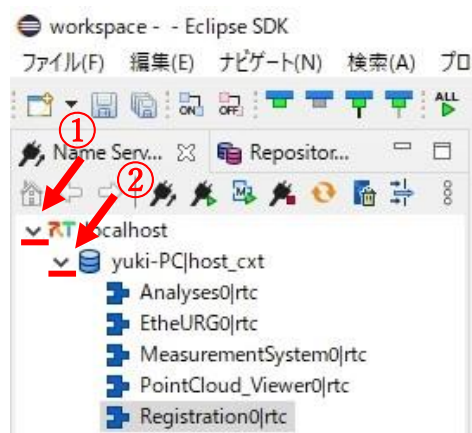
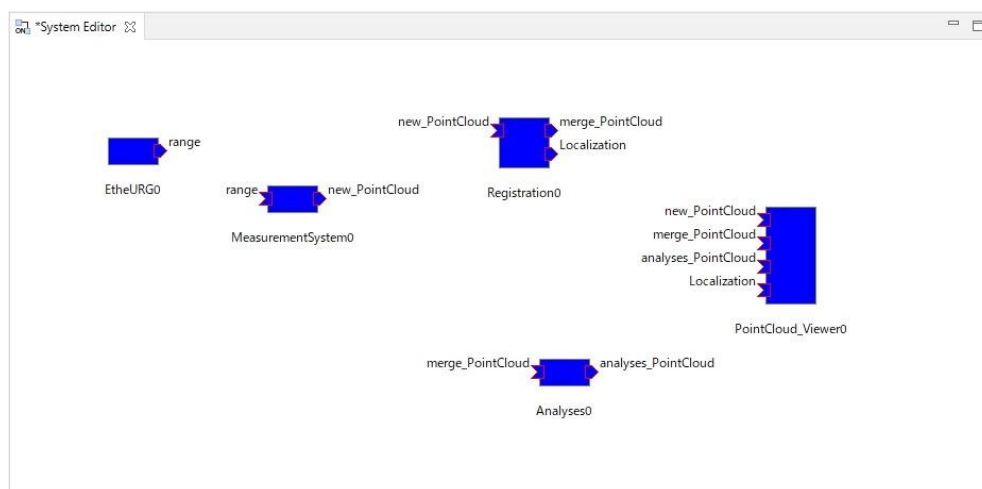

図 29 [Name Service View]内にある[localhost]と[[デスクトップ名]|host_cxt]を開いた状態
図 30 [System Editor]上に配置された[[プロジェクト名]0|rtc]の配置例
- ⑩ 図 29 のように OpenRTP の[Name Service View]内にある[localhost]の左にある[>]をクリックし，[[デスクトップ名]|host_cxt]の左にある[>]をクリックし，図 30 のように表示されたすべての[[プロジェクト名]0|rtc]を[System Editor]上にドラッグ & ドロップする．